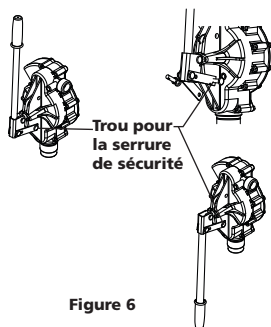

Figure 6
**ATTENTION** Ce trou est employé pour la serrure de sécurité seulement (voir la fig. 6).